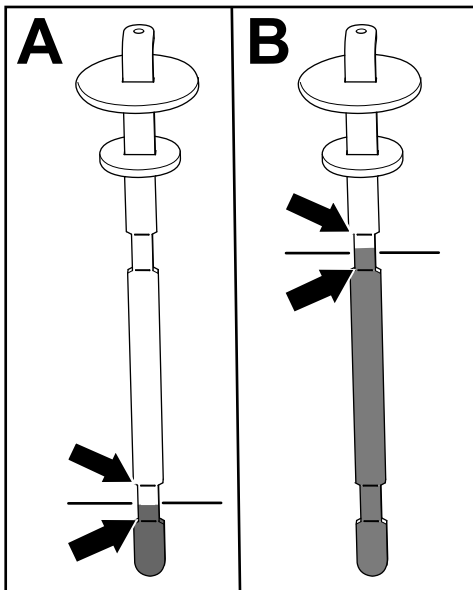

図 81
5. ディップスティックを抜いて油量を点検する 図 81。
2本のマークの間であれば適切A 図 81。その下のマークより上でもOK。
- 油圧駆動式アタッチメント用ホースキットを搭載している場合オイル量がディップスティックについている上側の2本のマークの間であれば適切B 図 81。